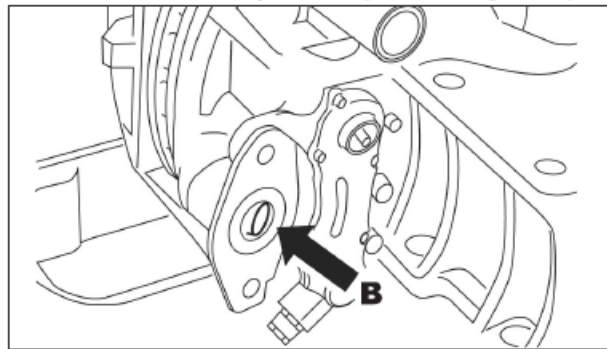

Figura 13: Instalación del freno de resorte
16. Asegúrese de que el montaje de la cámara del freno de resorte esté limpio y libre de residuos. Vea la **Figura 13, Ítem B**.